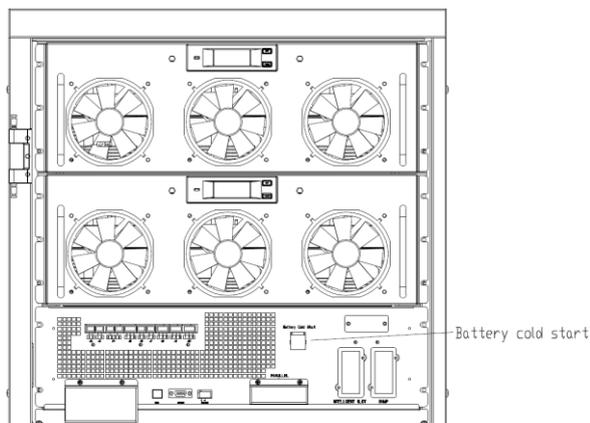

Рисунок 5-1(а) Кнопка холодного запуска для 2-х модульного ИБП
- 3) Нажмите красную кнопку для холодного запуска батареи (см. Рисунок 5-1).
Затем система получает питание от батареи. Для 20-слотового ИБП есть 2 кнопки холодного запуска батареи, каждая из кнопок может запускать только силовые модули своего шкафа (см. Рисунок 5-1). Нажмите кнопки холодного пуска всех силовых модулей по очереди, после чего загорится индикация силового модуля. Смотрите рисунок 5-2